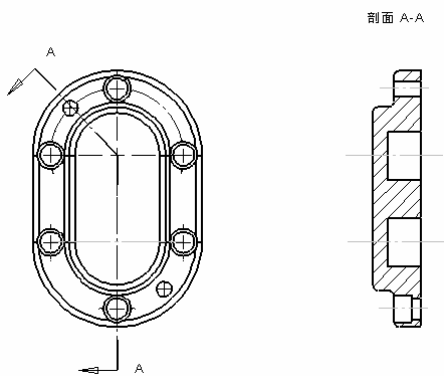

图 15-37 绘制中心线
⑤ 选择“草图”工具栏中的命令，在主视图中绘制中心线，如图 15-37 所示。